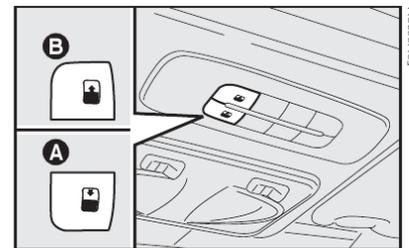

fig. 100
- atuar no botão **A-fig. 100** e fechar completamente o teto solar através do procedimento manual;
- pressionar o botão **A-fig. 100** até que sejam ouvidos dois ruídos ("clac");
Acionar o botão **B-fig. 100** que permite duas modalidades de abertura do vidro móvel (dianteiro).
Acionando o botão **B-fig. 100**, de completamente fechado, o vidro dianteiro passa à posição de spoiler; um segundo acionamento leva o vidro à posição de máximo conforto (menor ruído aerodinâmico); um terceiro acionamento levará o vidro à posição de máxima abertura. Depois do acionamento inicial de abertura, o vidro poderá ser parado em posição intermediária apertando novamente o botão.
Pressionando o botão **B-fig. 100**, de completamente fechado, o vidro anterior se move e para quando o botão **B-fig. 100** é novamente pressionado. Com pressões sucessivas do botão, sempre no mesmo intervalo de tempo, o vidro se moverá até alcançar a posição de máxima abertura. Esta função permite
Da posição de abertura em que se encontra, pressionar o botão **A-fig. 100** e, mantê-lo pressionado por mais de meio segundo, o vidro anterior do teto solar se fechará automaticamente até a posição "spoiler". Pressionando novamente o botão **A-fig. 100** por mais de meio segundo, o vidro dianteiro se fecha completamente.
Assegurar-se que o vidro seja completamente fechado e, caso não ocorra o fechamento, acionar o botão **A-fig. 100** novamente.